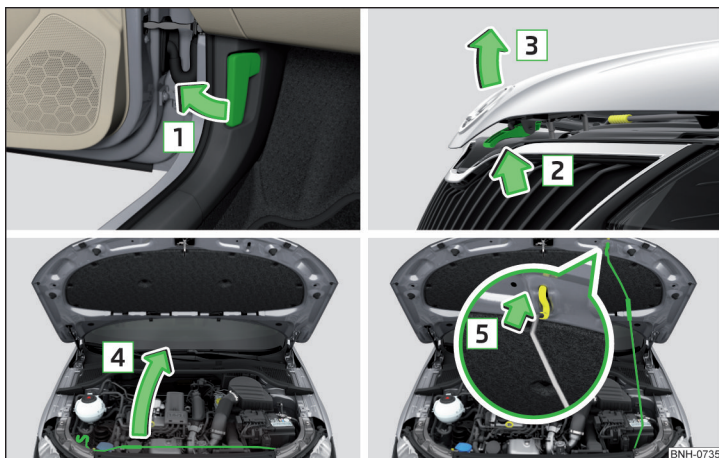

Abb. 230 Motorraumklappe öffnen
- › Die Vordertür öffnen und am Entriegelungshebel unterhalb der Schalttafel in Pfeilrichtung **1** ziehen » Abb. 230.